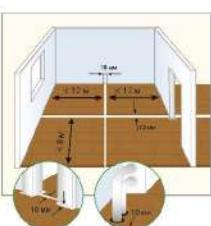

Рисунок 16
- При укладке ламината большими пластами необходимо помнить, что если площадь укладываемого ламината превышает по длине или ширине 12 м и составляет более 120-150 м², необходимо предусмотреть компенсационные швы минимум 12 мм шириной. В противном случае в полотне ламината начнут образовываться щели, и напольное покрытие придет в негодность, что не будет являться гарантийным случаем (см. рис. 16).